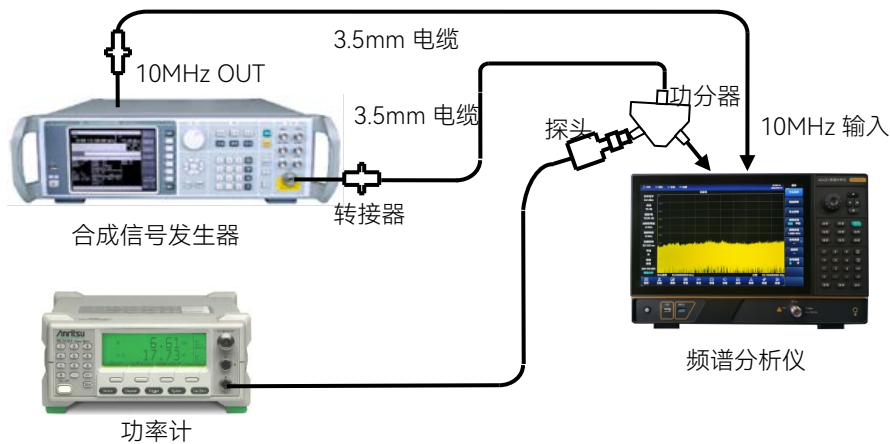

图 15.16 总电平不确定度测试设置
- 2) 如图 15.16 连接测试设备，信号发生器的输出接功分器的 SUM 端口，PORT1 端口和 PORT2 端口分别接 4042 频谱分析仪的射频输入端口与功率探头；